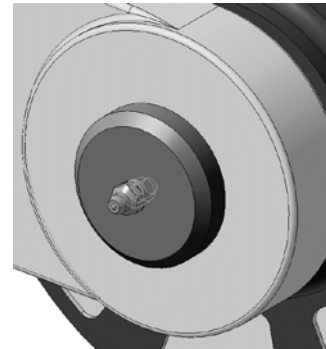

Рис. 122. Результат добавления Масленки
10.4.8 Подтвердите создание объекта спецификации нажатием кнопки **ОК** (рис. 122).